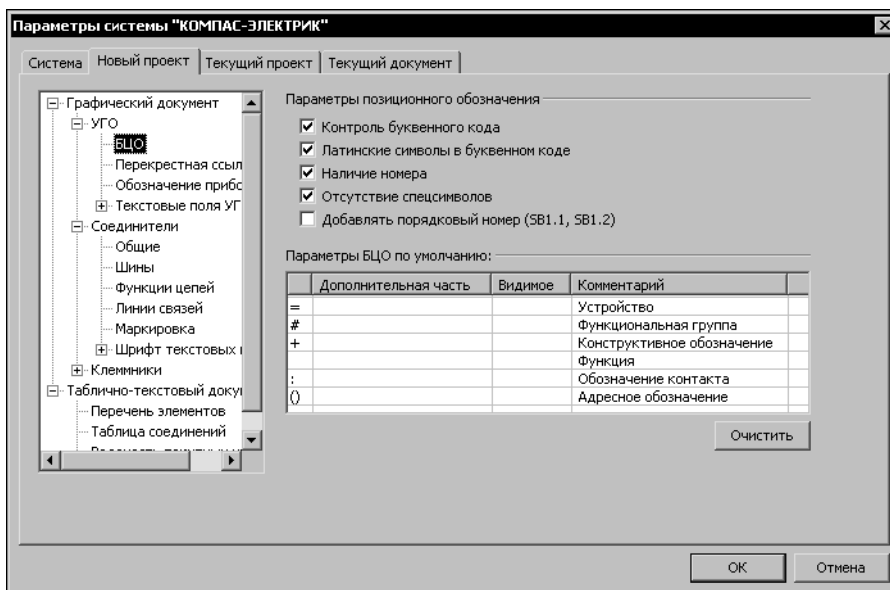

Рис. 13.1. Диалог настроек системы КОМПАС-ЭЛЕКТРИК
Все настройки выполняются в диалоге **Параметры системы КОМПАС-ЭЛЕКТРИК** (рис.13.1). Этот диалог открывается после вызова команды **КОМПАС-ЭЛЕКТРИК** — **Параметры системы...** Он содержит следующие вкладки:
1. Все настройки выполняются в диалоге **Параметры системы** (рис. 13.1 на с. 101). Чтобы открыть этот диалог, вызовите команду **КОМПАС-ЭЛЕКТРИК — Параметры системы**.